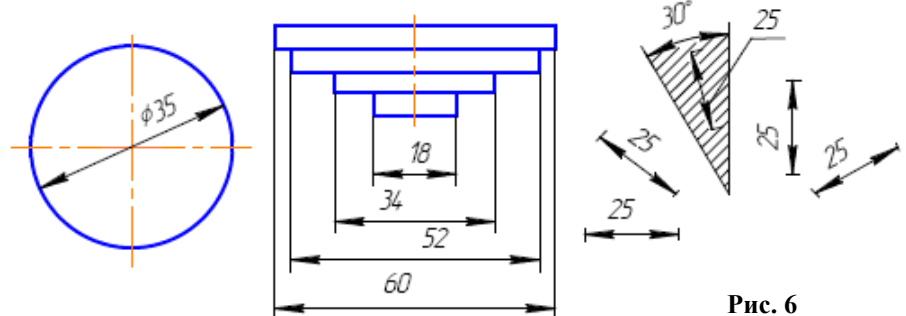

Рис. 6
7. Размерные числа наносят над размерной линией возможно ближе к ее середине. При нанесении размера диаметра внутри окружности размерные числа смещают относительно середины размерных линий (рис. 6).
смещают относительно середины в шахматном порядке (рис. 6).
размеров при различных наклонах размерных линий располагают, как показано на рис. 6. Если необходимо указать размер в заштрихованной зоне, то размерное число наносят на полке линии – выноски.